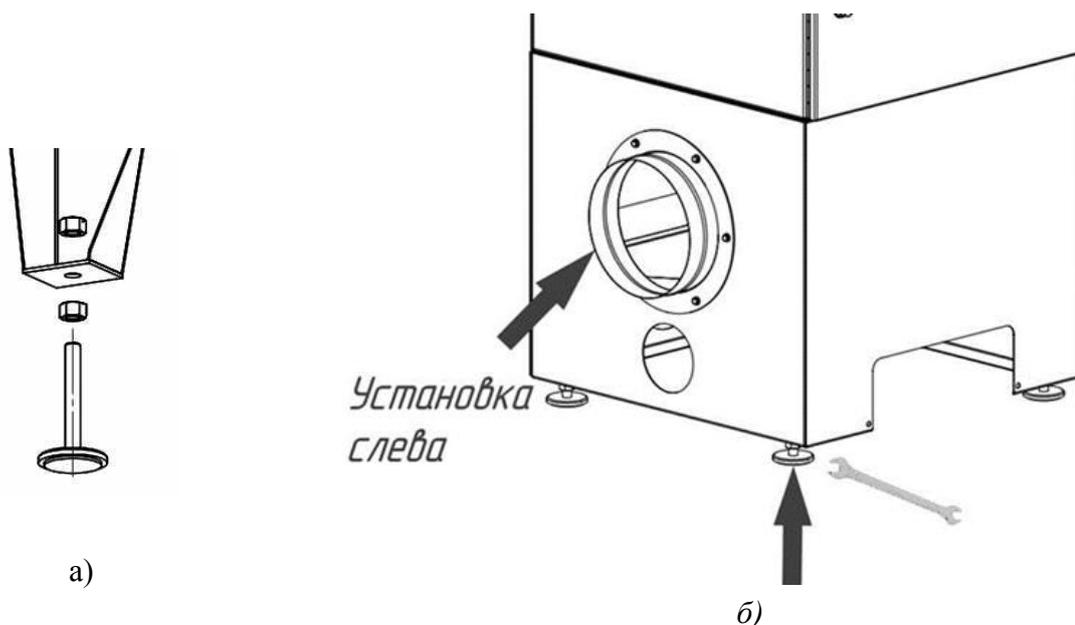

Рисунок 4
- 1) поднять агрегат при помощи грузоподъёмной техники над уровнем пола на высоту 300-400 мм, ввинтить в основание приёмной камеры регулируемые опоры (рисунок 4а);
- 2) разместить агрегат на месте последующей эксплуатации, отрегулировать высоту опор при помощи гаечного ключа 16х18 и уровня (рисунок 4б).
3) при необходимости, переустановить патрубок Ø 250 мм (установлен слева) и заглушку (установлена справа) (рисунок 4б). Сопрягаемые поверхности обработать герметиком, фланец для крепления патрубка закрепить болтами М6х16 и гайками М6;